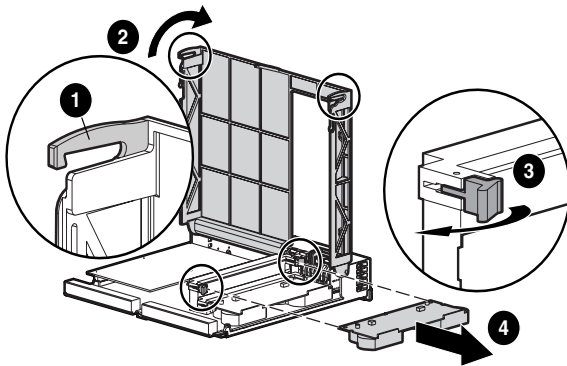

Abbildung 3: Ausbauen des Cache-Moduls
Hinweis: In Abbildung 3 ist der Controller seitlich und mit der Rückseite dargestellt.
1. Suchen Sie die Rasten der Controller-Abdeckung ❶ auf der Rückseite sowie der unteren linken und rechten Seite des Moduls. Halten Sie den Controller dabei aufrecht, sodass der Verriegelungshebel zu Ihnen weist.
2. Lösen Sie die Rasten der Controller-Abdeckung ❶ auf der Rückseite des Controllers, und heben Sie die Abdeckung an ❷. Siehe Abbildung 3.
3. Lösen Sie gleichzeitig die Rasten, mit denen das Cache-Modul befestigt ist ❸.
4. Ziehen Sie das Cache-Modul vorsichtig von der Controllerplatine ab ❹.